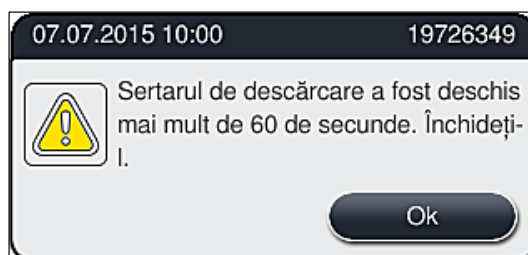

Fig. 87
- Dacă sertarul de descărcare rămâne deschis un timp mai lung de 60 secunde, utilizatorul va fi atenționat asupra acestui lucru printr-un mesaj de informare (→ "Fig. 87").